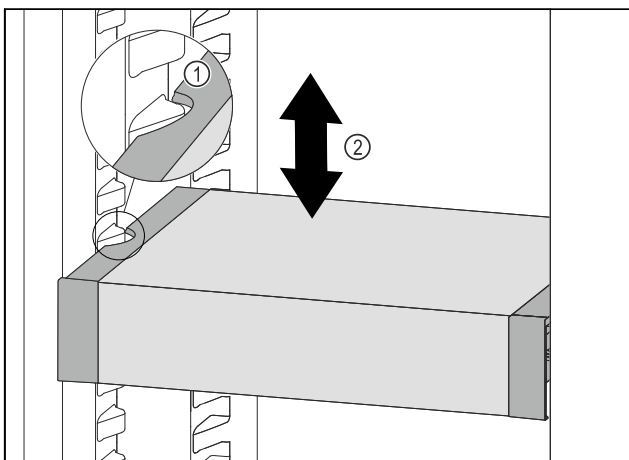

Fig. 127
- ▶ Изтеглете VarioSafe напред, докато страничните прорези на VarioSafe се намират на височината на реброто на съда в хладилната част. Fig. 127 (1)
- ▶ Преместете VarioSafe нагоре или надолу в хладилната част, докато се достигне желаната височина. Fig. 127 (2)